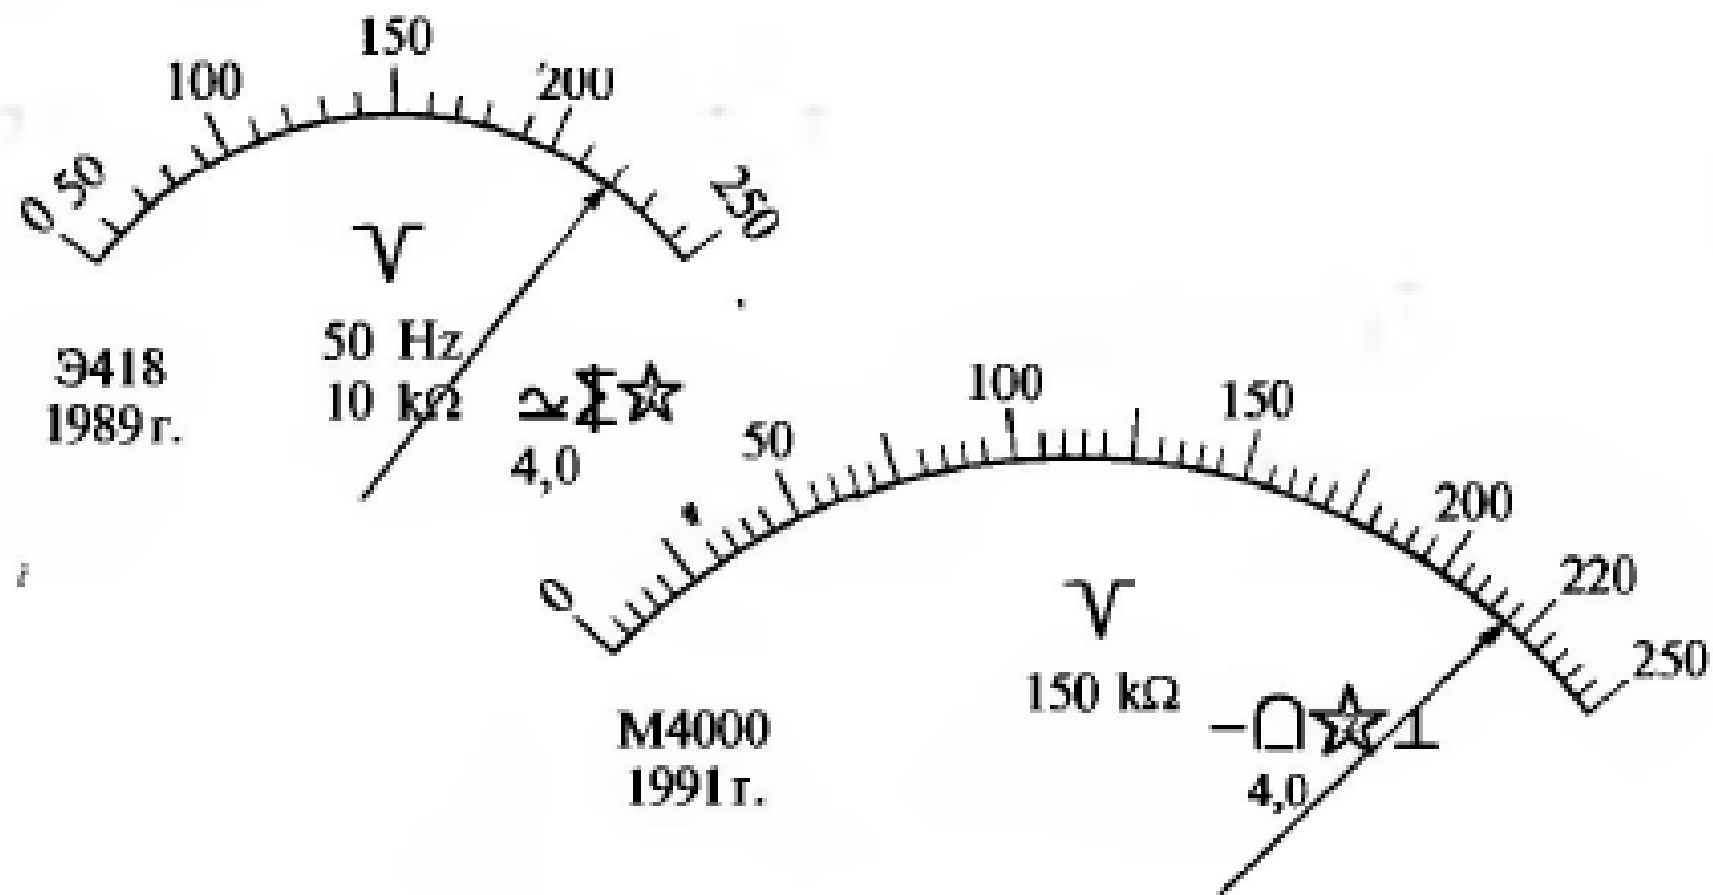

Рис. 3.4. Изображения шкал двух приборов к задаче 3.3
**3.3.** На рис. 3.4 представлены шкалы двух измерительных приборов.
4) определить значения измеряемых напряжений, соответствующих положениям стрелок на шкалах приборов, показанных на рис. 3.4.